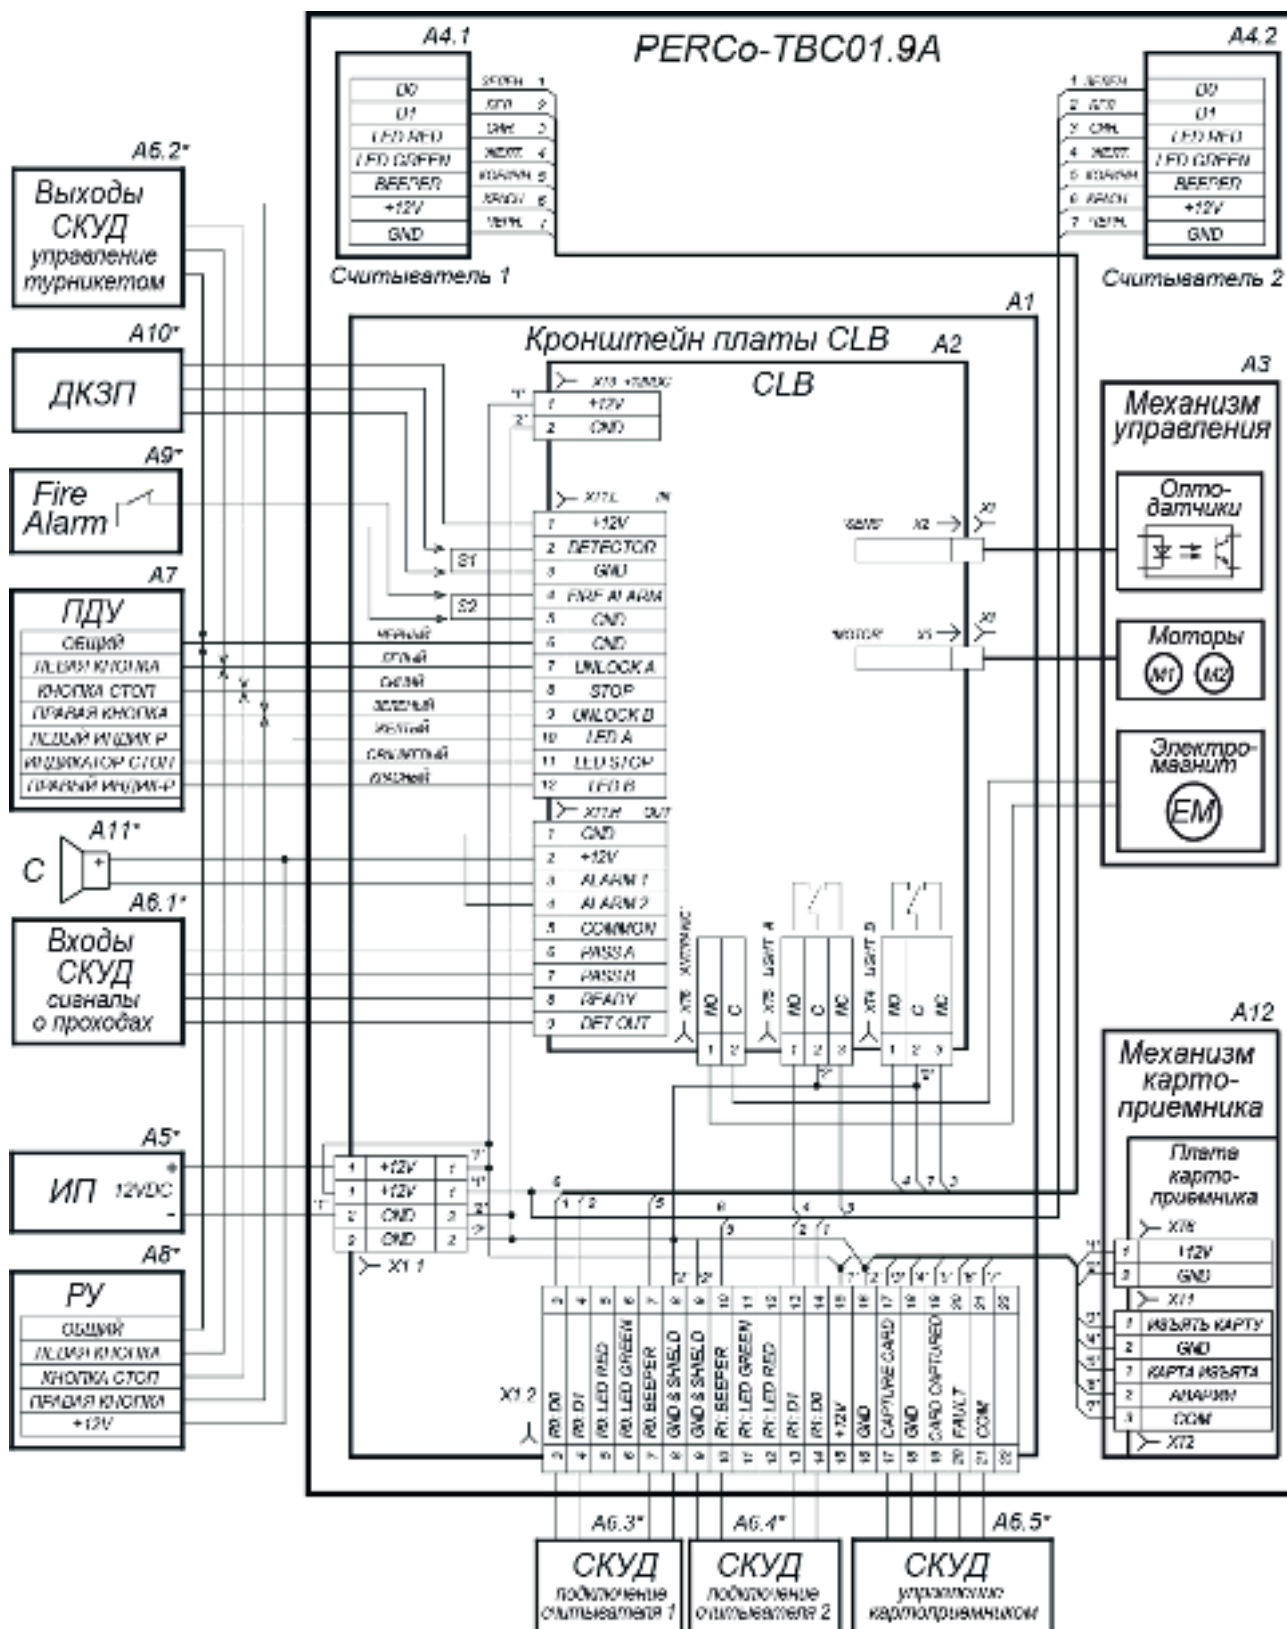

Рисунок 14. Схема электрических соединений турникета1
4. Демонтируйте заглушку стойки (7) и контейнер картоприемника (9), открыв ключом замки (8, 10). Установите стойку турникета на гильзы анкеров и закрепите ее болтами М10.
6. Снимите крышку турникета (3), отвернув ключом винт установочный (13) (см. разд. 6).
7. Подключите кабель питания (14) к клеммной колодке **X1.1** (см. рис. 14).
9. Подключите при необходимости кабели от других устройств к соответствующим клеммным колодкам платы управления (см. рис. 5 и рис. 14). Проверьте правильность и надежность всех электрических подключений.
11. Установите на место крышку (3) (см. разд. 6), заглушку стойки (7) и контейнер картоприемника (9) в порядке, обратном снятию.
10. Подсоедините кабель картоприемника (8, рис. 13) к плате картоприемника (см. рис. 10) согласно схеме (рис. 14).
11. Установите торцевые крышки (5) в рабочее положение и закрепите в порядке, обратном снятию.
12. Установите в рабочее положение контейнер картоприемника (9) со стороны механизма картоприемника, а заглушку (7) – с противоположной стороны.
13. Установите крышку (3) в рабочее положение (см. разд. 6).
Передача данных от считывателей осуществляется по интерфейсу *Wiegand*. Подключение считывателей к контроллеру СКУД необходимо производить экранированным кабелем в соответствии с рис. 14.
\* Линии управления светодиодной индикацией считывателей при производстве подключены к клеммным колодкам **XТ4**, **XТ5** платы управления (см. рис. 14). Для осуществления внешнего управления индикацией от контроллера СКУД необходимо отключить оранжевые и фиолетовые провода считывателей от разъемов **XТ4**, **XТ5** платы управления, и подключить их к соответствующим контактам выносной клеммной колодки **X1.2**.
Подключение контроллера к плате управления турникета производится в соответствии с рис. 14. Управление механизмом картоприемника от контроллера СКУД осуществляется согласно требованиям раздела 5.7.